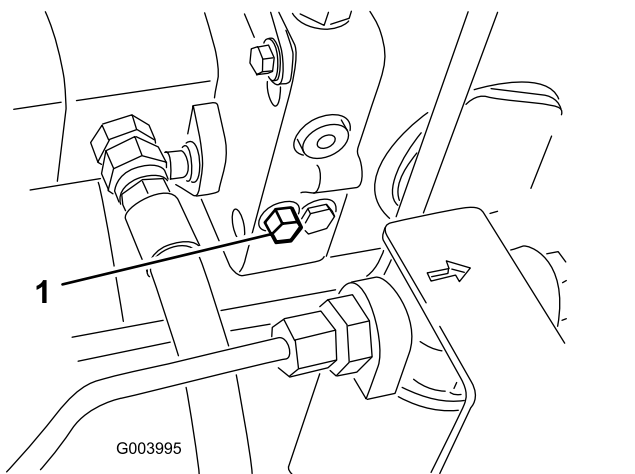

Figura 40
1. Gire el perno de la válvula de desvío una vuelta y media para abrirla y dejar pasar el aceite internamente (Figura 40).